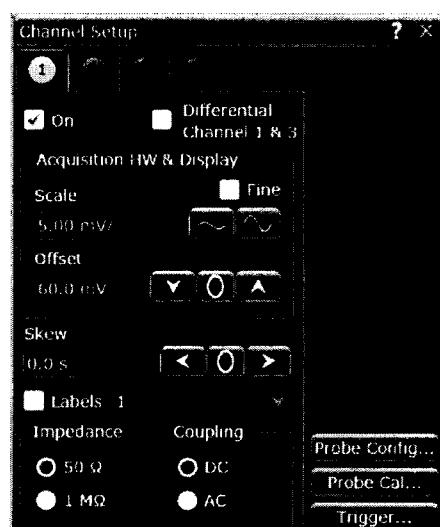

Рисунок 5
8.4.1.15 Установить значение напряжения смещения осциллографа равным 60 мВ для входного сопротивления 50 Ом (или плюс 2 В для входного сопротивления 1 МОм) (рисунок 5).
8.4.1.18 Установить значение напряжения смещения осциллографа равным минус 60 мВ для входного сопротивления 50 Ом (или минус 2 В для входного сопротивления 1 МОм) (рисунок 5).